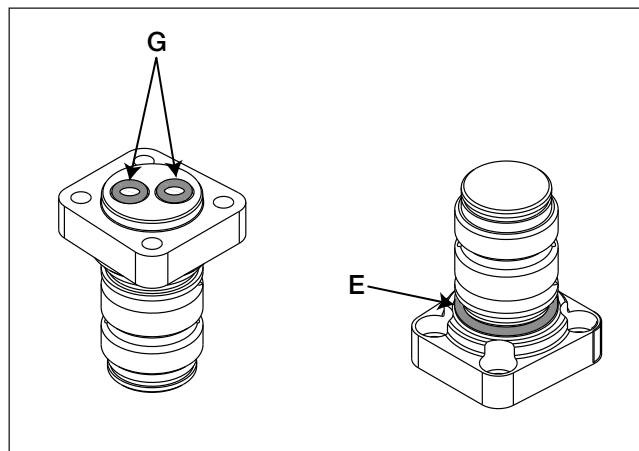

Figura 2, instalação do anel tipo O, batente da conexão giratória
- Verifique se os quatro parafusos sextavados (D) de fixação do batente da conexão giratória estão bem apertados. Veja os valores de torque na seção 5.0, passo 6.
- Retire o anel tipo O (E) do batente da conexão giratória (F) e substitua-o por um novo anel tipo O (E) do kit. Aplique lubrificante de silicone no anel tipo O antes de proceder à sua instalação. Veja o lugar indicado na figura 2.
- Caso ainda não o tenha feito: Remova o anel-mola retentor (A) da parte superior do batente da conexão giratória (F). Usando um par de chaves de fenda retire cuidadosamente a unidade da conexão giratória (B) do batente da conexão giratória (F).
- Retire os quatro parafusos sextavados (D) que fixam o batente da conexão giratória (F). Cuidadosamente retire o batente da conexão giratória (F) da caixa da unidade de acionamento ou da caixa do torquímetro (H).
- Limpe todas as superfícies da unidade de acionamento ou da caixa do torquímetro (H). A seguir, aplique uma pequena quantidade de selante Loctite 243 nas roscas de todos os quatro orifícios roscados (*) na caixa da unidade de acionamento ou na caixa do torquímetro (H). Tenha o cuidado em não pingar o selante para dentro das portas hidráulicas.
- Instale dois novos anéis tipo O (G) nas portas da base do novo batente da conexão giratória (F). Veja os lugares de anéis tipo O indicados na figura 2.
- Coloque o novo batente da conexão giratória (F) na unidade de acionamento ou no torquímetro (H), certificando-se do alinhamento das portas hidráulicas. Tenha o cuidado para os anéis tipo O (G) não caírem, ficarem entalados ou cortados.
7. Instale o novo anel tipo O do batente da conexão giratório (E) do kit. Aplique lubrificante de silicone no anel tipo O antes de proceder à sua instalação. Veja o lugar indicado na figura 2.